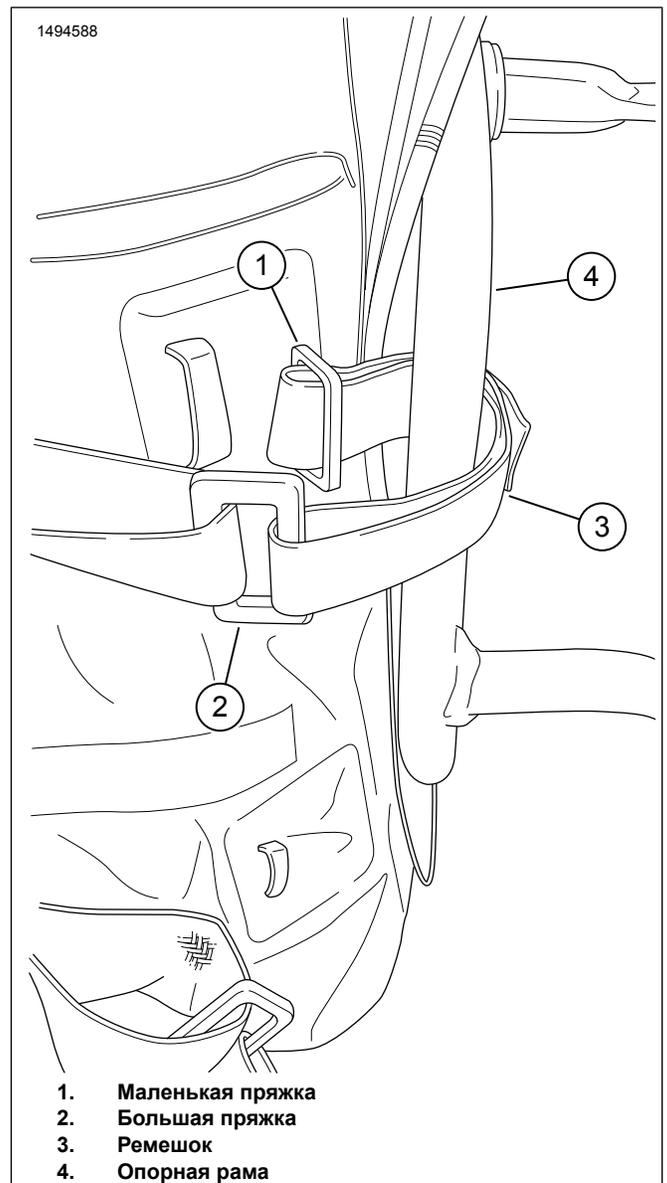

Рисунок 5. Процесс 1, натяжной ремень
7. Рисунок 5 Оберните натяжные ремни кофра (3) вокруг опорной рамы кофра (4).